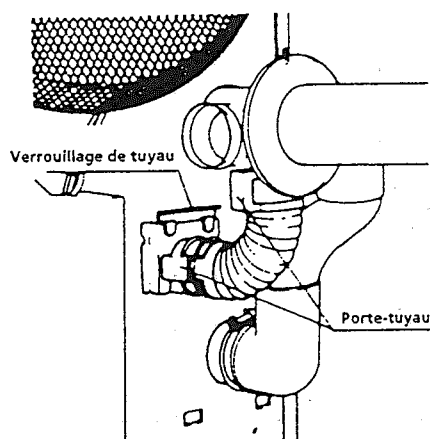

Fig. 17
11. Montez le tuyau d'air en L sur la bouche d'amenée à l'aide de la bague de serrage. Montez le coude d'évacuation 90° sur le tuyau d'évacuation à l'aide du porte-tuyau (si vous installez le jeu de rallonge, fixez le porte-tuyau au joint du coude d'évacuation 90° et au tuyau de rallonge). Fixez le coude d'évacuation 90° (ou le tuyau de rallonge) à la bouche d'échappement en glissant le verrouillage du tuyau dans le dispositif de serrage de la bouche d'échappement (Voir fig. 17).